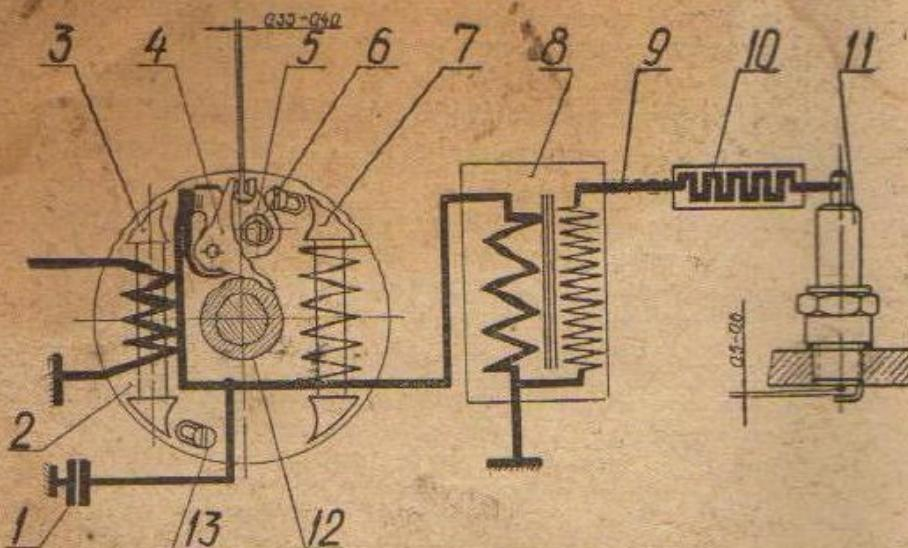

Рис. 6. — Схема зажигания
Электрооборудование двигателя состоит из маховицкого генератора, высоковольтного трансформатора, провода высокого напряжения с сопротивлением и свечи (рис. 6).
2. Ослабить два винта 13 (рис. 6), крепящих статор генератора 2 и вернуть статор на необходимый угол до начала размыкания контактов (см. п. 5 «проверки»);